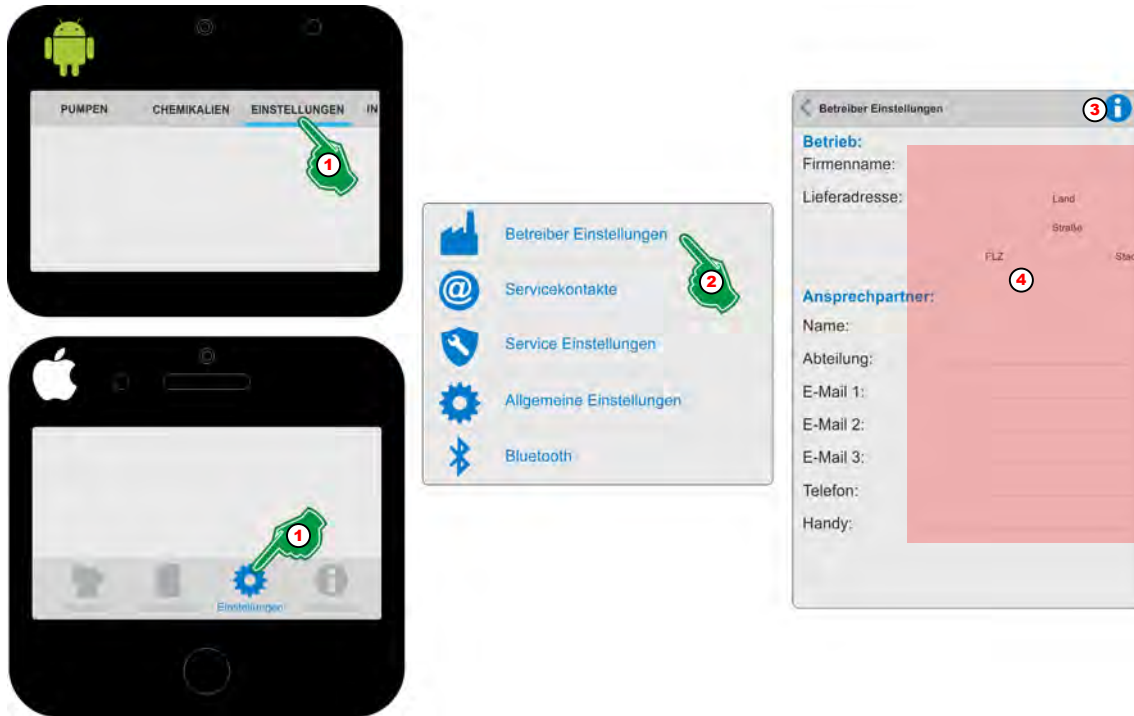

Abb. 42: Eine mit „Zutrittscode“ geschützte Pumpe verbinden
1. ▶ [Einstellungen] (Abb. 42, Pos. 1) auswählen.
2. ▶ [Betreiber Einstellungen] (Abb. 42, Pos. 2) auswählen.
3. ▶ Durch Auswahl des [Info] ⓘ Symbols (Abb. 42, Pos. 3) erscheint:
4. ▶ Alle Formularfelder (Abb. 42, Pos. 4) ausfüllen.